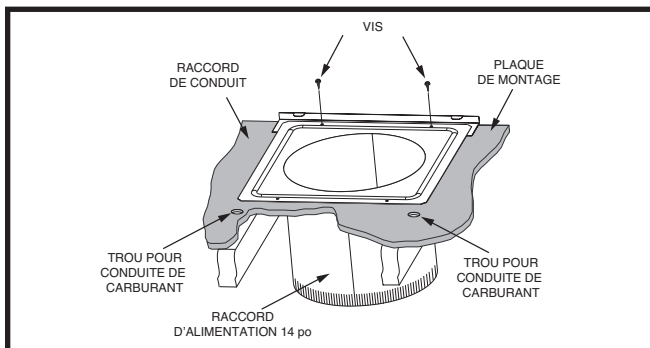

Figure 14. Raccord de conduit circulaire installé
3. Installez la plaque de montage sous la surface arrière du raccord de conduit. Voyez la Figure 14 \(page 9\). **REMARQUE :** Alignez les trous pour vis dans les deux composantes.